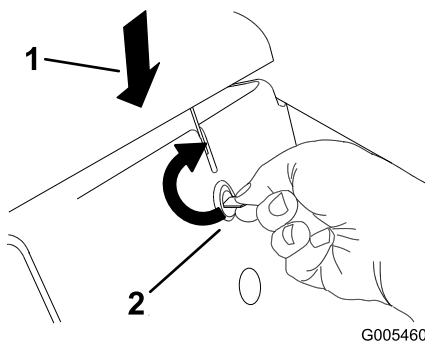

Figure 27
1. Appuyez sur le capot tout en tournant le verrou du capot dans le sens horaire à l'aide d'une pièce de monnaie ou d'un tournevis (Figure 27).